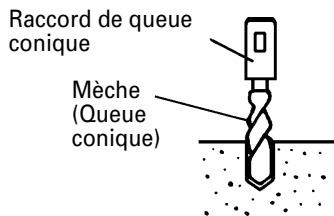

Fig. 13
- (1) Installer la mèche à queue conique dans le raccord de queue conique. (Fig. 13)